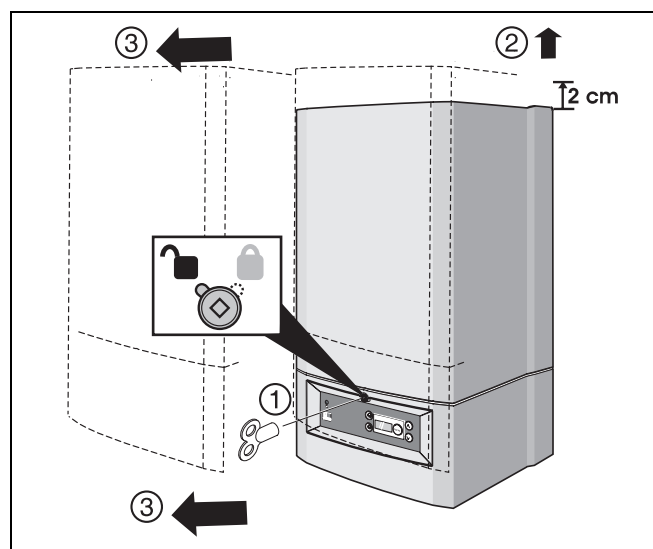

Рис. 4 Удаление кожуха
- Ослабить стопорный винт с помощью ключа и снять кожух (рис. 4).